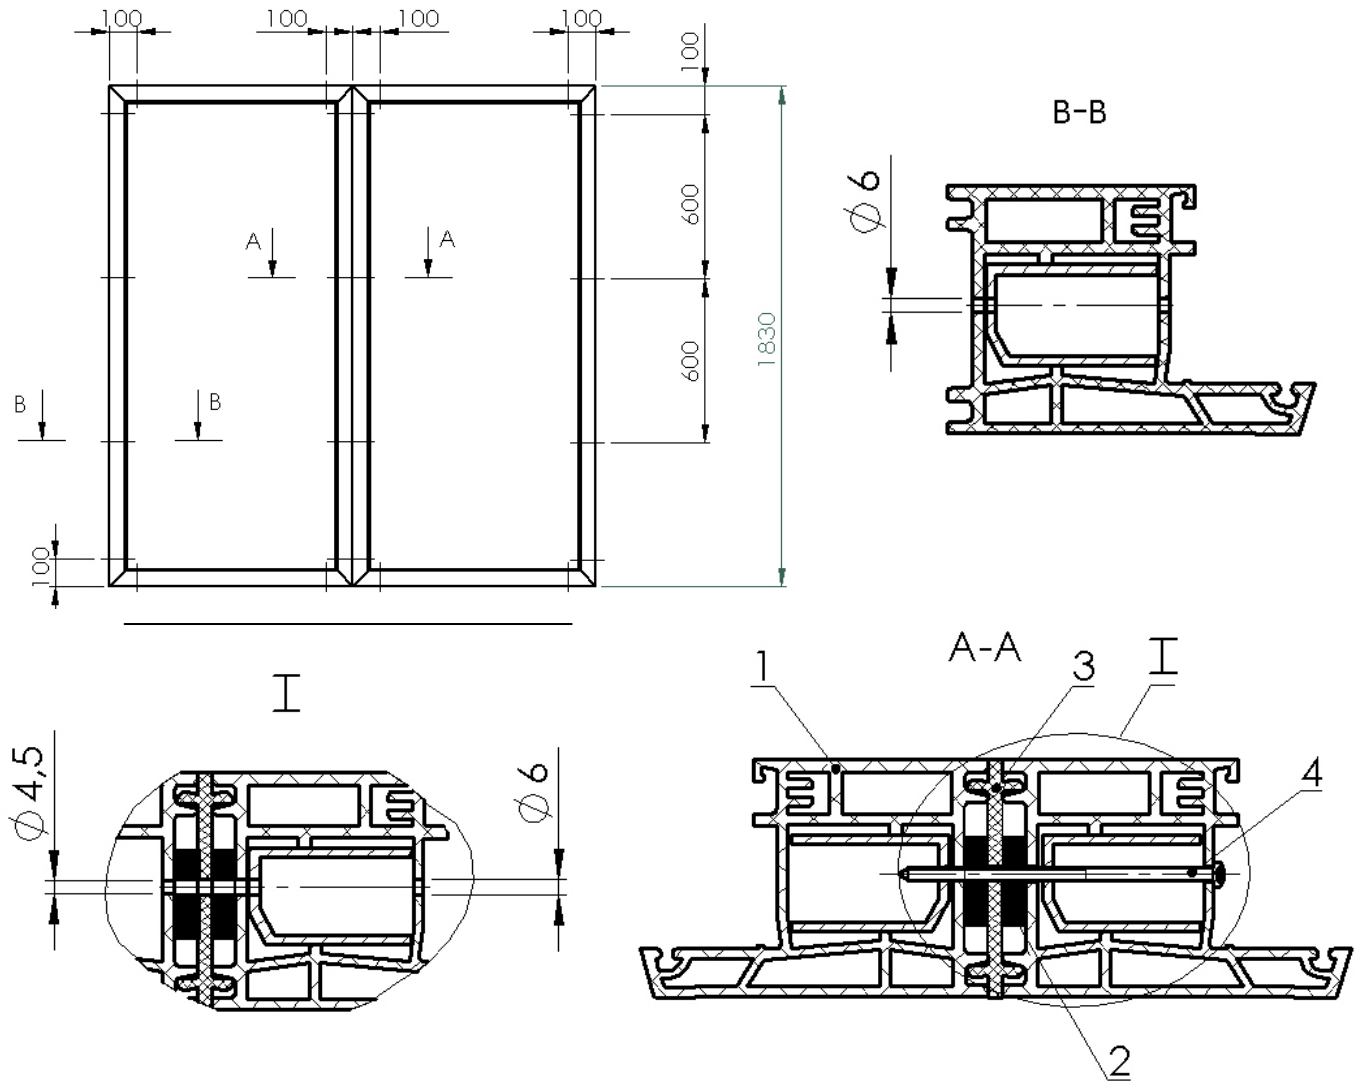

Рис.5 – Схема сверления отверстий в рамах стеклянных модулей
Монтаж стеклянного фронта (см.рис.5):
- просверлить отверстия в раме стеклянного фронта по всему периметру диаметром 6мм под винты через каждые 600 мм, делая это снаружи вовнутрь рамы, отступив от края рамы 100мм (Рис.5 (В-В)).
- просверлить отверстия диаметром 4,5 и 6мм рис.5 (A-A(I));
- соединить рамы стеклянных модулей соединительной планкой (поз.3) и винтами СН 5,5*70 (поз.4) рис.5 (A-A).